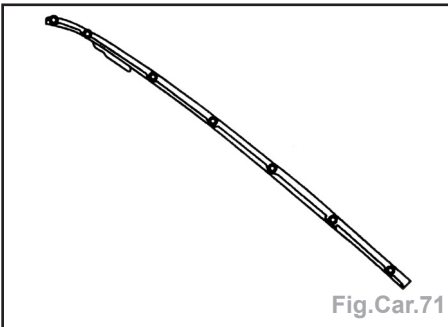

Fig.Car.71
- Percer à un Ø 6,5 mm pour soudage ultérieur par points bouchons (Fig.Car.71/72).